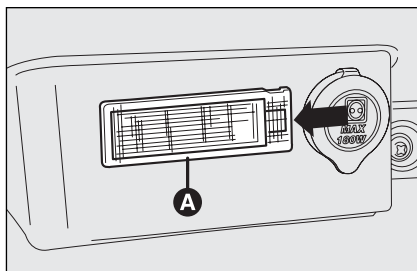

fig. 52
- ☐ enlever le plafonnier **A**-fig. 52 en faisant levier dans le point indiqué par la flèche.
- ☐ remonter le plafonnier **A**-fig. 52 en l'introduisant dans sa position correcte d'abord d'un côté puis en appuyant sur l'autre jusqu'à percevoir le déclic de blocage.